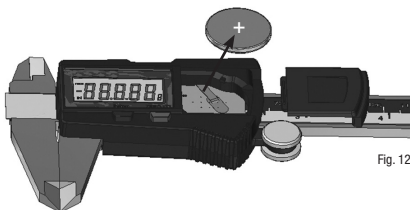

Fig. 12
- Remova a tampa da bateria (9) usando o polegar, e com uma leve pressão deslize cuidadosamente a tampa da bateria para a direita. Posicione seu dedo na pequena área no canto superior esquerdo da bateria e levante-a (Fig. 12).